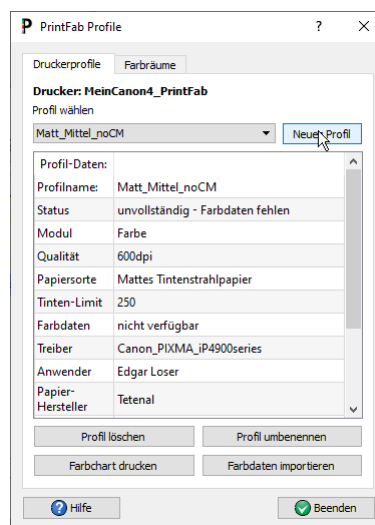

Abbildung 2: Hier können unter PrintFab neue Profile erstellt werden.
2. Wählen Sie für dieses Profil einen geeigneten Namen, der alle notwendigen Informationen enthält: Im Beispiel hier (Abbildung 2) **Matt** für Mattes Papier, **Mittel** für mittlere Auflösung (600dpi), **noCM** für **Status: unvollständig - Farbdaten fehlen**. Die Einstellung **Status: unvollständig - Farbdaten fehlen** ist hier richtig und wichtig. Dadurch wird später beim Drucken des colymp Kalibrierungsmusters keinerlei (unerwünschte) Farbveränderung durchgeführt. Auch wenn später (beim Verwenden einer Kalibrierung) mit Hilfe von colymPrinterXPS gedruckt wird, ist diese Einstellung unsere Empfehlung (s. Unterabschnitt 3.1).
Es ist in diesem Fall sinnvoll, das in PrintFab angelegte Profil zu kopieren, besser gesagt ein neues Profil anzulegen (PrintFab erlaubt leider kein »Kopieren« eines Profils), mit den gleichen Einstellungen (Papiertyp, Qualität) wie denjenigen in Abbildung 2, und dort die Farbinformationen (d.h. das in colymp exportierte ICC Profil) zu importieren: Zum Beispiel `Matt_Mittel_colymp` als »Kopie« von `Matt_Mittel_noCM`. Der Grund für diese Empfehlung ist: Falls man die Farbinformationen in das ursprüngliche PrintFab-Profil importiert, dürfte man nicht mehr mit Hilfe von colymPrinterXPS (dort ist ja in den Drucker-Einstellungen noch dieses PrintFab Profil hinterlegt) drucken, da ansonsten die Farbtransformation doppelt ausgeführt würde (zunächst von colymPrinterXPS und anschließend noch einmal durch PrintFab).